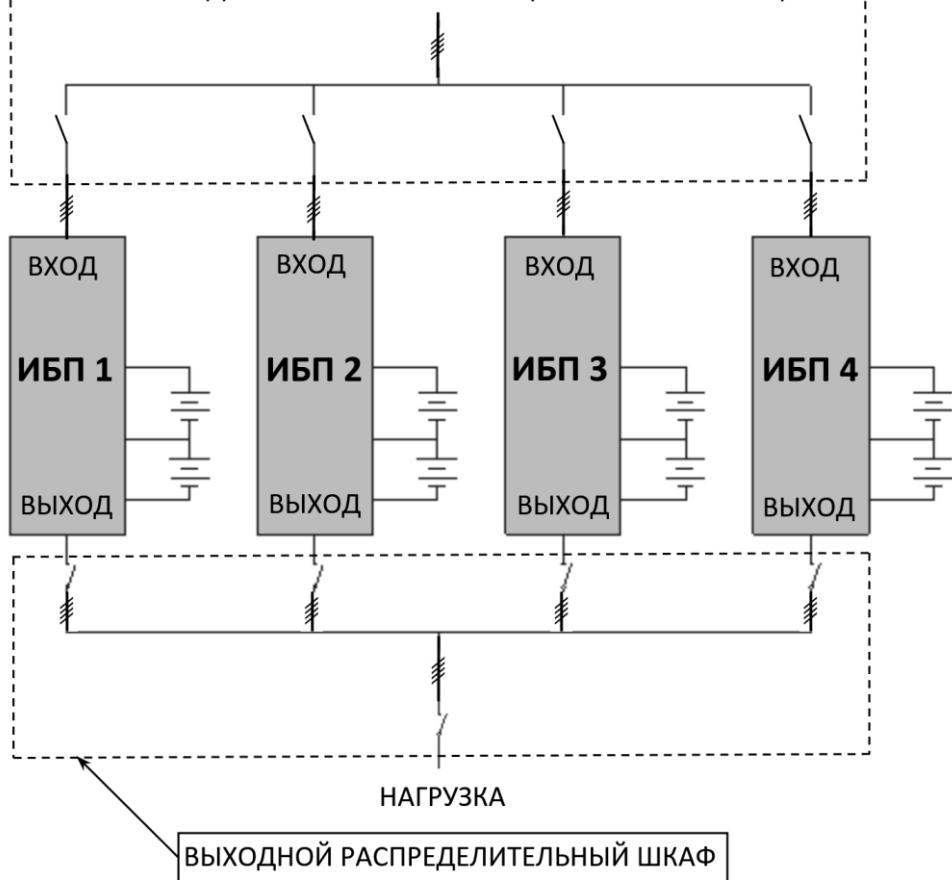
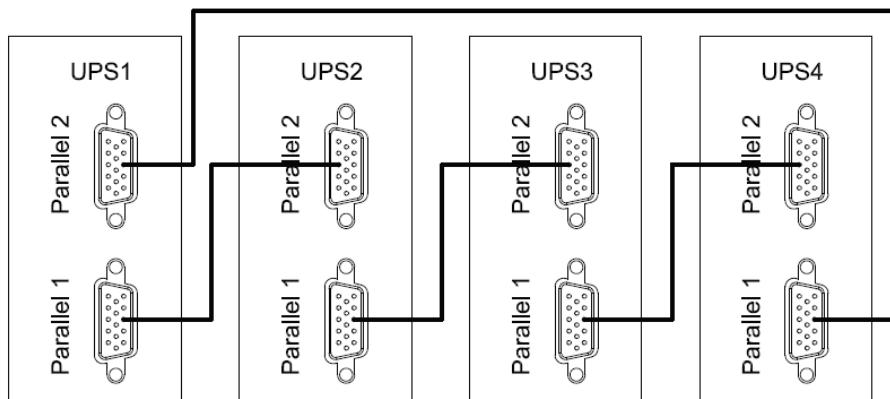

Рисунок 24 – Пример схемы подключения четырех изделий в систему параллельного резервирования с выходным распределительным шкафом.
Рисунок 25 – Схема соединения изделий в «кольцо» через параллельные порты.
Изделие имеет встроенный параллельный контроллер и может работать в системе бесперебойного питания с параллельным резервированием (см. рисунок 24 и рисунок 25). Целью такой системы является либо повышение надежности (резервирование), либо увеличение общей выходной мощности (масштабирование). При исправности всех соединенных параллельно изделий (от двух до четырех) нагрузка равномерно распределяется между ними, а в случае выхода из строя одного из изделий — перераспределяется между исправными изделиями, неисправное изделие отключается от системы.
ВНИМАНИЕ! Установите дополнительные внешние выходные выключатели (см. рисунок 24) между выходными клеммами каждого изделия и общими шинами, тщательно соблюдая фазировку.
- отключите входное сетевое питание каждого изделия, убедитесь в том, что все внешние выключатели разомкнуты (см. рисунок 24);